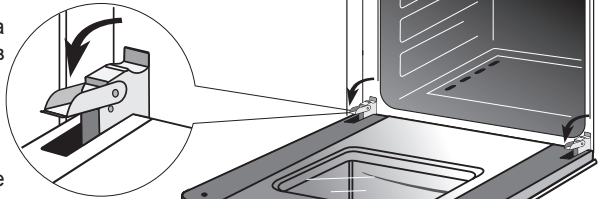

Рис. 16
- Запрещается устанавливать на решетки какие-либо дополнительные рассекатели пламени и пользоваться горелками со смещенными крышечками (рис. 16).
- поднимите и поверните до упора рычаги, расположенные на двух шарнирах (рис. 16),